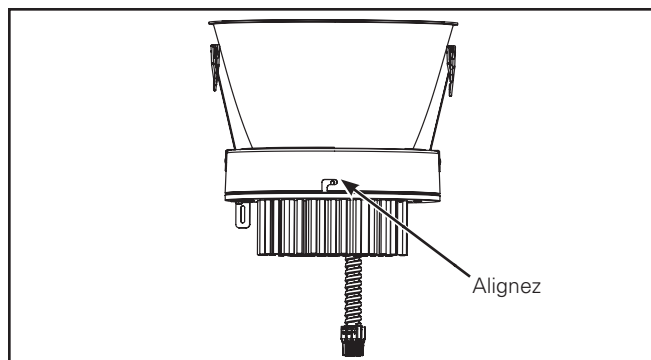

Figure 4.
3. Insérez le moteur lumineux à DEL dans la garniture inférieure. Alignez les fentes de la garniture aux trous de vis du moteur (Figure 4.).